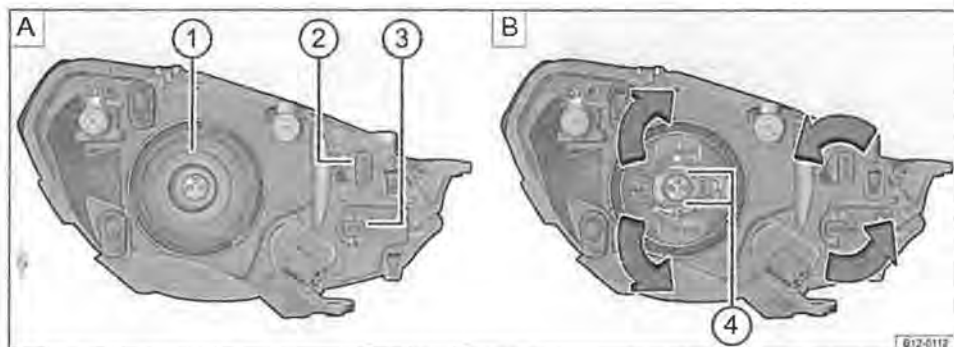

Fig. 123 Vista da dietro del faro sinistro, nel vano motore
3. **Anabbaglianti e abbaglianti**  → fig. 123: estrarre il connettore della lampadina a incandescenza. Sfilare la copertura di gomma dalle linguette, spingere in avanti la staffa di sicurezza , nella direzione della freccia, e sganciarla tirandola lateralmente.